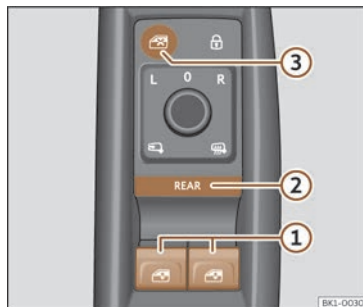

Fig. 91 Détail de la portière du conducteur : commandes des vitres.
Par défaut, les lève-vitres électriques des portes avant peuvent être manipulées avec les touches >>> fig. 91 ①.
REAR Appuyez brièvement sur le bouton >>> fig. 91 ② pour activer la manipulation de lève-vitres électriques des portes arrière. Lorsque la commande des lève-glaces électriques des portes arrière est activée, la lumière du bouton s'allume. Appuyez à nouveau brièvement sur le bouton **REAR** pour activer la manipulation des lève-vitres électriques des portes avant. Ai après avoir activé la commande des lève-glaces électriques des portes arrière, plus de 10 secondes s'écoulent sans qu'elle soit actionnée, la commande des lève-glaces des portes avant est à nouveau activée.
⚠ Actionnez le bouton >>> fig. 91 ③ pour désactiver les touches des lève-vitres électriques situées sur les portes arrière. Lorsque ces touches sont désactivées, la lumière du bouton s'éteint.